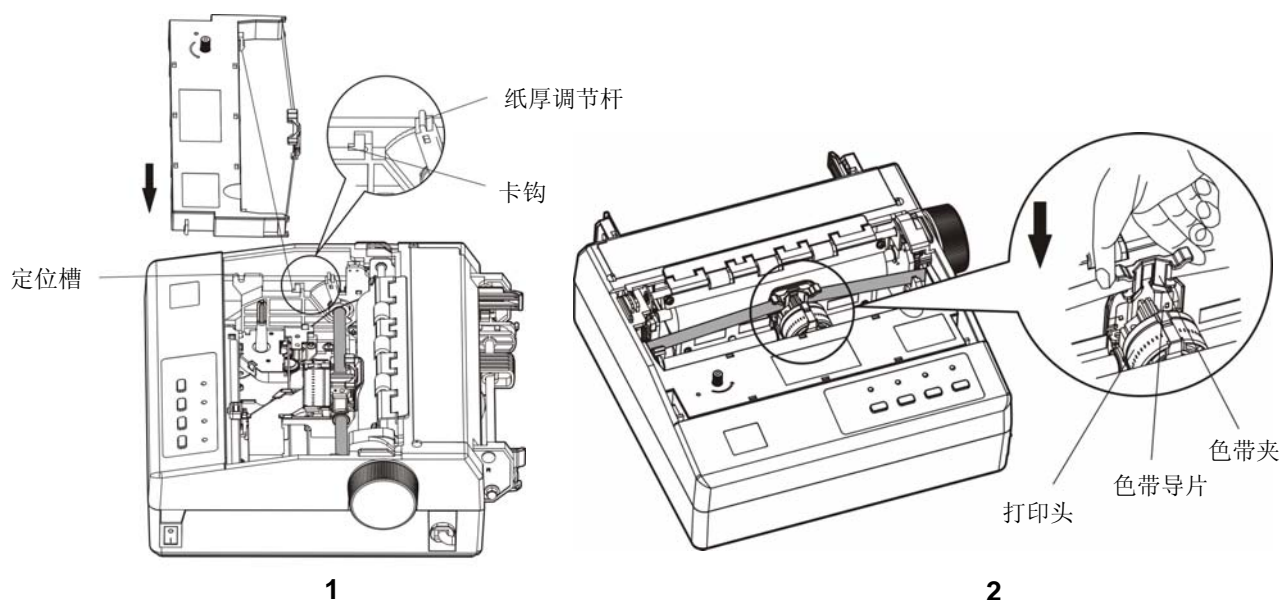

图 1-7 安装色带盒
4. 拿住色带盒，色带盒旋钮朝上（如图 1-7 所示）。先把纸厚调节杆调到适当位置，再将色带盒的卡臂倾斜置入打印机中的卡钩；向前向下轻按压下，使色带盒两侧的定位块卡进打印机的定位槽，以确保色带盒安装到位，然后一边沿色带盒上的箭头方向轻旋色带盒旋钮，一边把色带夹连同色带芯放进到打印头前端与色带导片之间，并按下到位。最后根据打印纸类型设置纸厚调节杆位置（详细说明请参考用户手册第三章）。